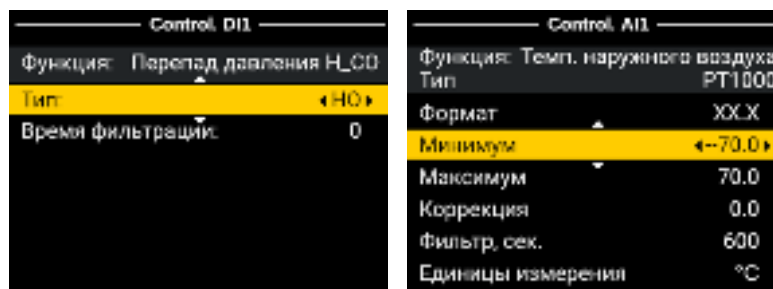

Рис.16. Пример настроек дискретных и аналоговых входов.
После нажатия «Ввода» на поле выбранного входа/выхода в общей таблице (Рис.15), открываются меню просмотра и редактирования (на разблокированном контроллере) индивидуальных настроек входов/выходов (Рис.16). На странице настройки дискретного входа (DI) можно изменить тип входа по умолчанию – нормально открытый (НО) или нормально закрытый (НЗ). Срабатыванием дискретного входа в логике программы считается изменение состояния по умолчанию: для нормально открытых входов – это замыкание контактов, для нормально закрытых входов – размыкание контактов. Также может быть индивидуально настроено время фильтрации (по умолчанию – 0с) – сигнал считается сработавшим, если он продержался на входе данного DI в течение времени фильтрации. Для аналоговых входов в меню отображается предустановленный тип (Pt1000, 4-20mA), единицы измерения, а также следующие настроечные параметры: